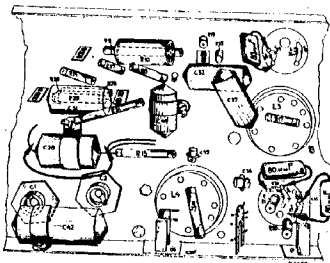

Fig. 2
2. Volumeregelaar op maximum draaien. Automatische volumeregeling nitschakelen door C28 kort te sluiten (zie fig. 2).
5. 3e M.F.-kring verstemen met een condensator van 80  $\mu\mu\text{F}$  parallel aan S27 | S28 (In fig. 2 is deze condensator abusievelijk parallel aan S27 getekend) en S29, S30 van 4e M.F.-kring afregelen. (fig. 4).
6. 4e M.F.-kring verstemen met 80  $\mu\mu\text{F}$  parallel aan S30 (fig. 2) en S27, S28 van 3e M.F.-kring afregelen (fig. 4).
7. 1e M.F.-kring verstemen met 80  $\mu\mu\text{F}$  parallel aan S24 (fig. 2) en S26 van 2e M.F.-kring afregelen (fig. 4).